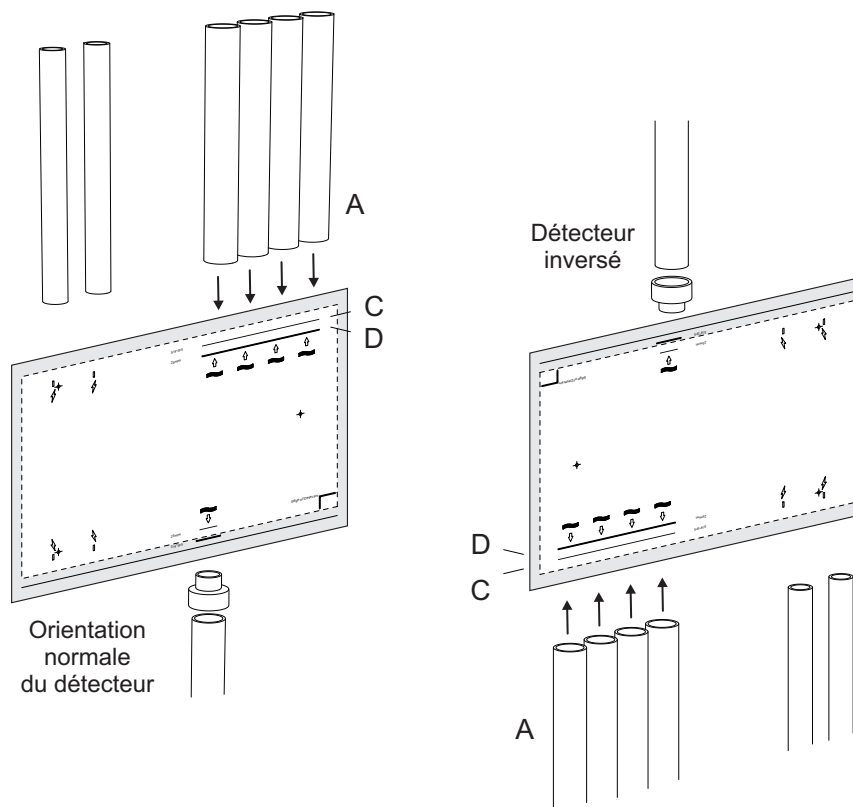

Figure 4-18: Placer le modèle de montage
- Placez le modèle de montage de façon à permettre l'alignement des tubes (A) horizontalement avec les repères d'alignement (B), et verticalement avec la ligne de profondeur du tube appropriée (Figure 4-18) :
- Le tube de 3/4 pouce IPS (DE de 1,05 pouce) doit être aligné verticalement avec la ligne de profondeur supérieure (C).
- Le tube de 25 mm doit être aligné verticalement avec la ligne de profondeur inférieure (D).